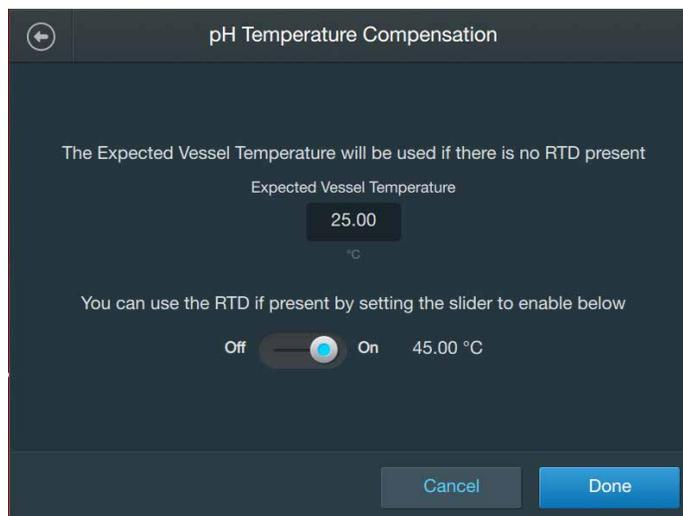

Abbildung 3.33. Bildschirm „pH Temperature Compensation“ (pH-Temperaturkompensation).
- Wenn das Modul „Temperature“ (Temperatur) konfiguriert wurde, können Sie den Temperatursensor aktivieren oder deaktivieren. Wenn Sie den Temperatursensor deaktivieren, müssen Sie die erwartete Behältertemperatur manuell eingeben (Abbildung 3.33).